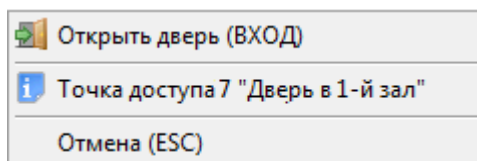

Рисунок 8-157 Контекстное меню для однонаправленной точки доступа с режимом работы "Вход"
- Предоставление доступа на вход (см. Рисунок 8-157) – для двунаправленной точки доступа, имеющей режим «Вход/Выход», или однонаправленной точки доступа, имеющей режим «Вход»;